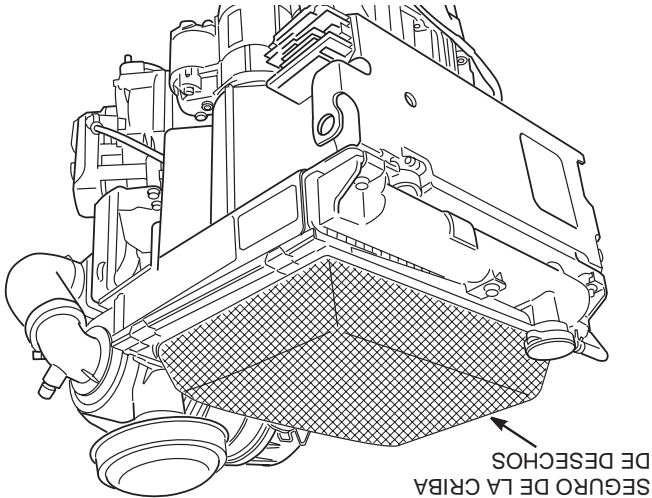

Figura 7-9. Criba de desechos
- 1. Quite el seguro de la criba de desechos y tire de ella hasta sacarla. Vea la Figura 7-9.